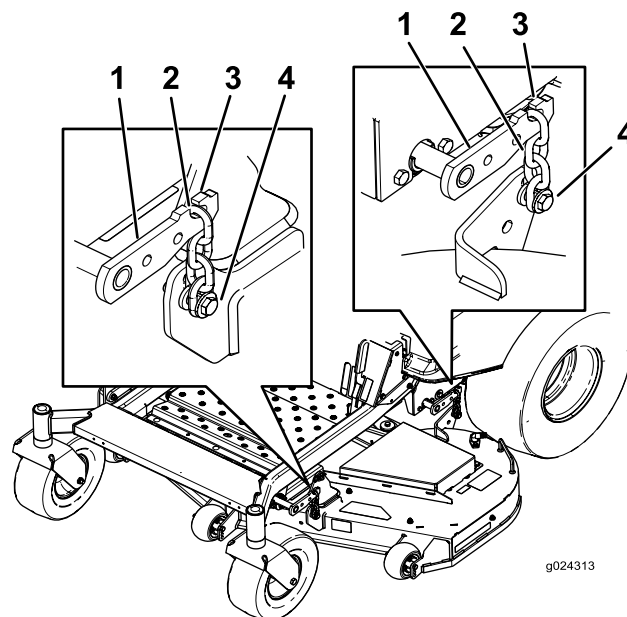

Bild 73
5. Lösen Sie die Einstellschrauben an allen vier Ecken, sodass das Mähwerk sicher auf allen vier Blöcken sitzt (Bild 73).
6. Stellen Sie sicher, dass alle vier Ketten gespannt sind (Bild 73).
7. Ziehen Sie die vier Einstellschrauben an (Bild 73).